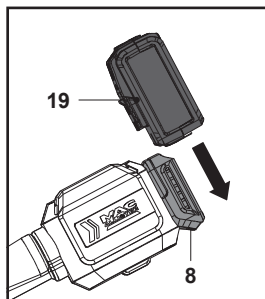

Fig. 7
1. Aligner la batterie (19) sur les glissières du port de connexion de la batterie (8) et faire glisser la batterie pour la fixer. S'assurer qu'elle s'enclenche (Fig. 7).